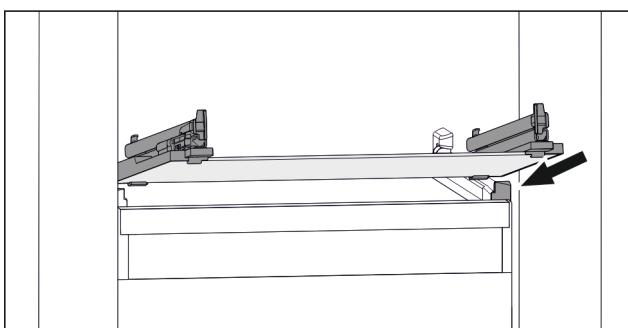

Fig. 107 Příklad znázornění skleněné desky
- Nasadte skleněnou desku šikmo za zarážky. (viz Fig. 107)